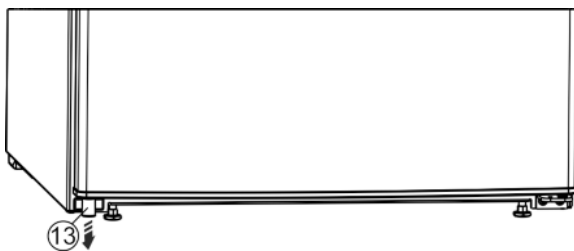

Fig. 4
- Estrarre il distanziatore Fig. 4 (13) dalla porta, in basso a sinistra.